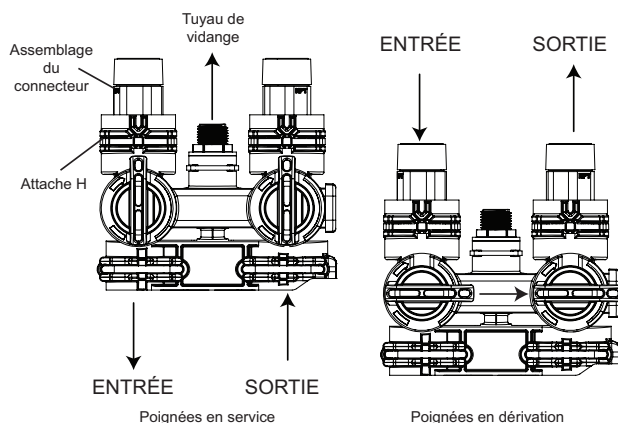

Figure 7 Opération de dérivation
Les adaptateurs de plomberie doivent être retirés (Figure 7 Assemblage du connecteur).
3. Retirez l'attache en insérant une lame plate sous le centre du haut de l'attache et soulevez (écarterez) (Figure 7 Assemblage du connecteur).